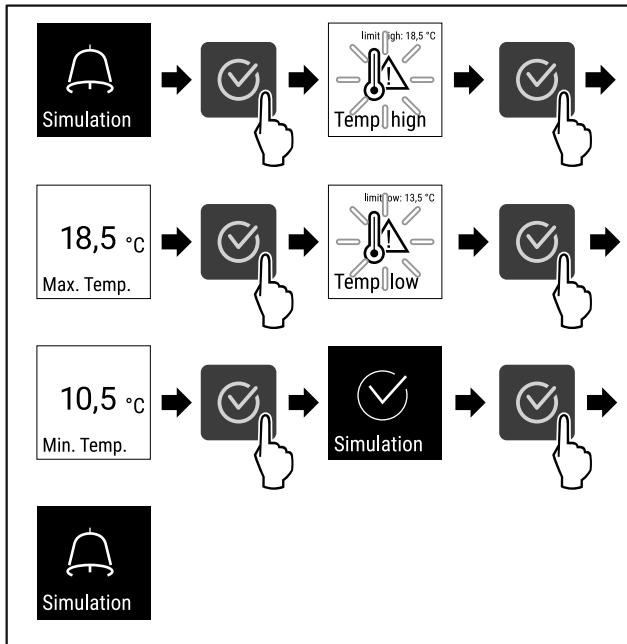

Fig. 144
- Følg anvisningene (se Fig. 144).